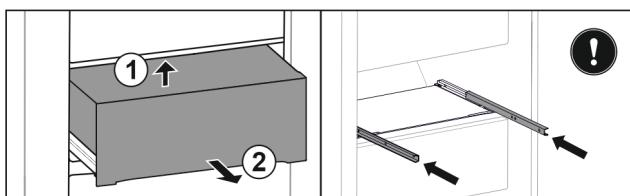

Fig. 37
- Повдигнете чекмеджето отдолу отзад. Fig. 37 (1)
- Извадете чекмеджето напред. Fig. 37 (2)